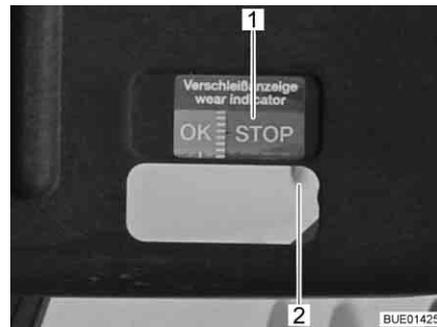

Bild 193 Verschleißanzeige
Auf dem Kupplungsgriff ist eine Verschleißanzeige (Bild 193) mit farbigen Markierungen (Bild 193,1) angebracht.
- Wenn die Markierung (Bild 193,2) im Langloch im grünen Bereich auf "OK" steht, sind die Reibbeläge in Ordnung.